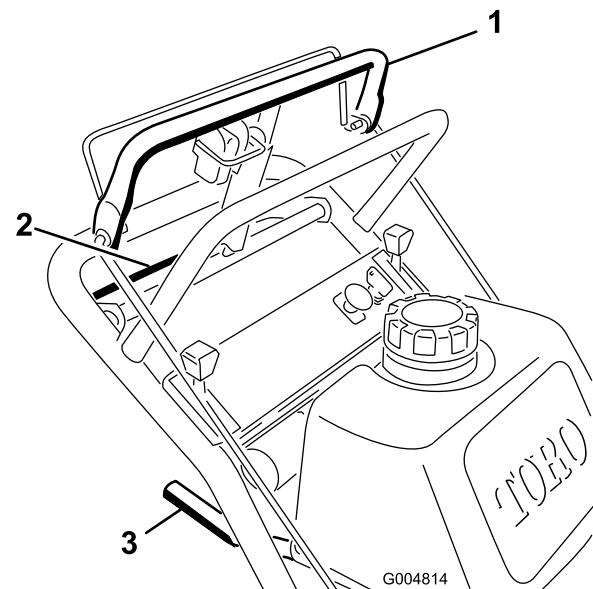

Figure 18
1. Pour vous déplacer en marche avant, sélectionnez une vitesse en marche avant (Figure 18).
3. Appuyez lentement sur la barre de commande supérieure pour avancer (Figure 18).
Pour vous déplacer en ligne droite, appliquez une pression égale aux deux extrémités de la barre de commande supérieure (Figure 18).
Pour tourner, relâchez la pression sur le côté de la barre de commande supérieure dans la direction que vous voulez prendre (Figure 18)
3. Rapprochez lentement la barre de commande inférieure de la partie inférieure du guidon pour vous déplacer en marche arrière (Figure 18).
7. Engagez la barre de commande inférieure et soulevez la partie inférieure du guidon simultanément pour monter sur la bordure (Figure 18 et Figure 19).
4. Engagez la barre de commande inférieure et soulevez la partie inférieure du guidon simultanément (Figure 18 et Figure 19).